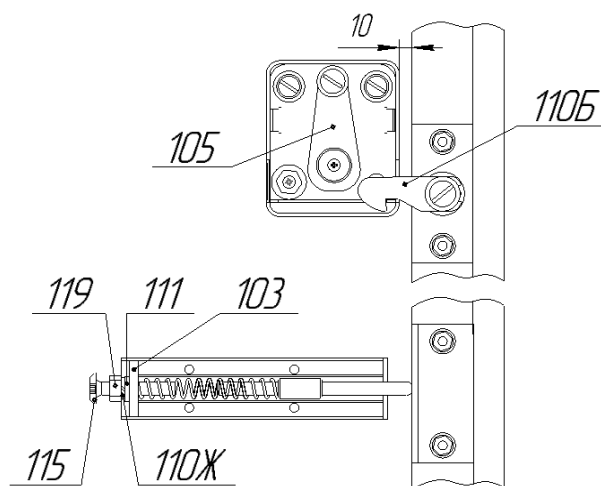

Рис.8
К панели поз.42 присоединить механизм фиксации поз.105, используя винты поз.114, шайбы поз.121 (рис.1.2.3). Присоединить к панели поз.42 механизм выталкивания, состоящий из деталей поз. 103, 104, 107, 108, 109, 110Ж, 111, 115, 119 (рис.1.2.4 и рис.8). Винт поз.115 ввинтить в корпус толкателя поз.103 на несколько оборотов (рис.8). Для закрепления к коробу использовать винты поз.117. На головки винтов поз.117 установить заглушки поз.120 (рис.1.2.4).
9. Отрегулировать упор, установленный по рис.1.2.4. Для этого поднять раму кровати в вертикальное положение. Надавить на раму в области установленного механизма фиксации поз.105. Вращением винта М8х45 поз.115 добиться, чтобы рама кровати не доходила до касания с механизмом фиксации поз.105 (рис.8) 10мм. Придерживая от вращения винт поз.115, затянуть гайку поз.119 до упора так, чтобы шайбы поз.110Ж и поз.111 оказались прижаты к корпусу толкателя поз.103.
Для этого поднять кровать в вертикальное положение. Надавить на верхний угол рамы кровати около механизма фиксации поз.105 до зацепления собачки поз.110Б за механизм фиксации поз.105 (рис.8). Должен быть слышен чёткий щелчок. Повторное нажатие приведёт к отсоединению собачки и наклону рамы кровати для дальнейшего опускания в горизонтальное положение.